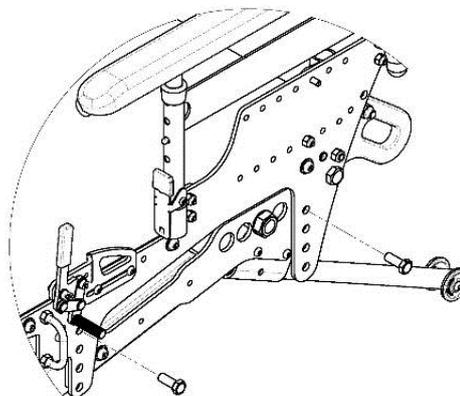

Abb. 18 Einstellen der Sitzhöhe - Montage von Schrauben.
1. Entfernen Sie die Schrauben und Muttern, die den oberen und unteren Rahmen verbinden (Abb. 18), mit Hilfe eines Ringgabelschlüssels.